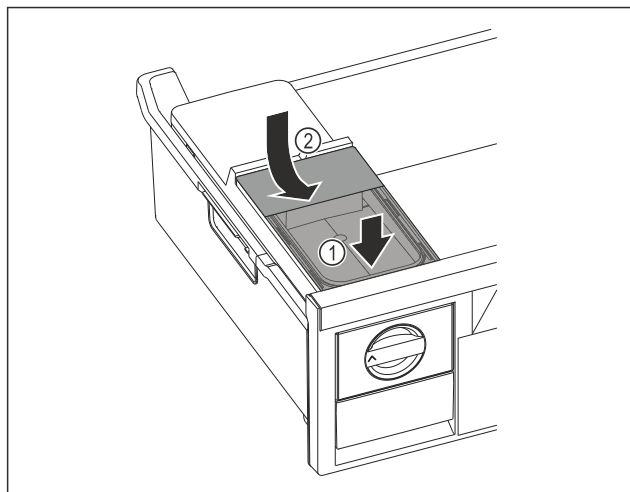

Fig. 76
- Установите бак для воды спереди. Fig. 76 (1)
- Опустить бак для воды сзади. Fig. 76 (2)